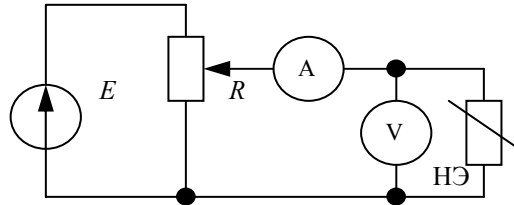

Рис. 1. Схема исследуемой цепи
1. Сборка основной цепи согласно рис. 1 производится на лабораторном стенде. В качестве нелинейного элемента используется варистор. У некоторых типов нелинейных элементов ветви ВАХ могут быть настолько крутыми, что задавать разумные значения приращения напряжения и измерять соответствующие им приращения тока оказывается невозможным. Поэтому для всех трёх типов нелинейных элементов следует задавать значения тока от 0 до 150 мА через 10 мА и измерять соответствующие значения напряжения. Результаты измерений занести в табл. 1.